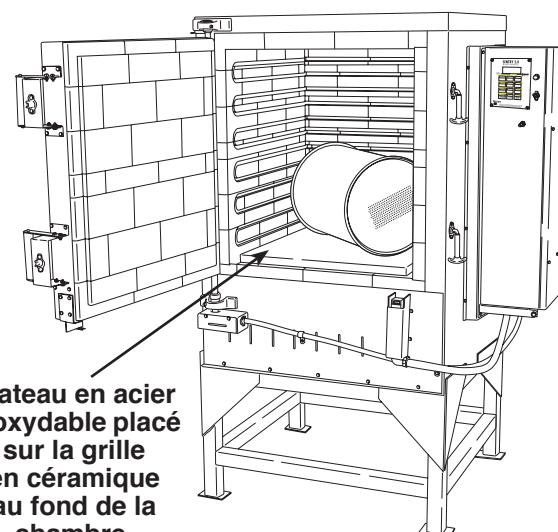

Figure 4
3. Placez la grille en céramique au fond de l'unité et placez le plateau en acier inoxydable sur la grille en céramique. Voir Figure 4.